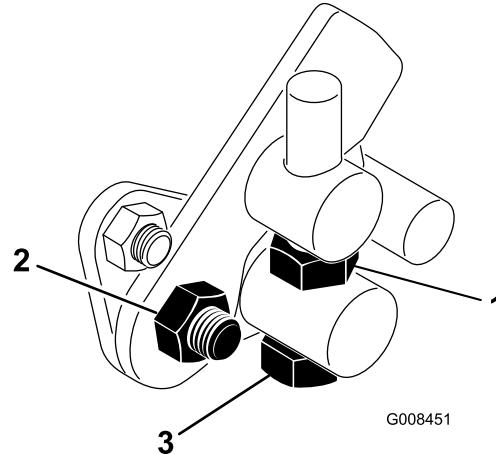

图45
1. 松开枢轴螺栓上的锁紧螺母图45。
4. 上紧枢轴螺栓上的锁紧螺母和踏板枢轴上的螺母锁定调整图45。检查调整情况、并按需要调整。